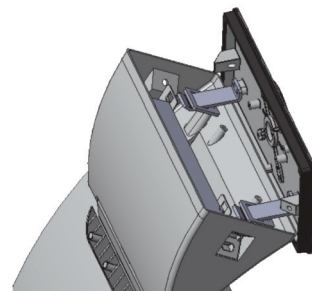

Fig. 9
11. Accrochez le boîtier de dérivation sur la plaque de montage. Laissez l'appareil pendre par les crochets pour faciliter le câblage (**Figure 9**).